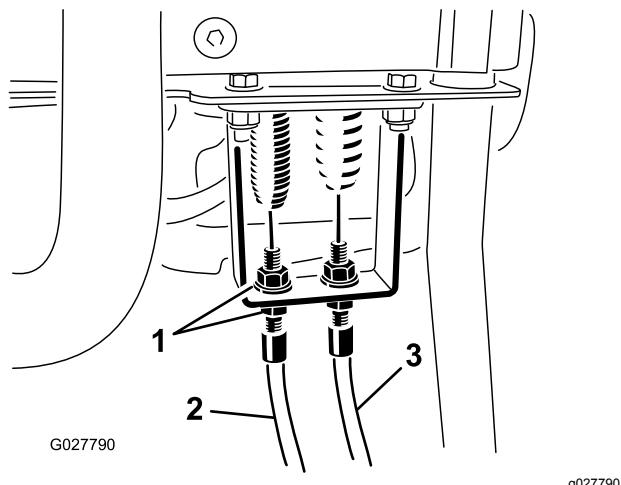

図 51
3. コントロールハンドルのバルクヘッド部で、リールコントロールケーブルをゆるめてケーブルにたるみを持たせる図51。